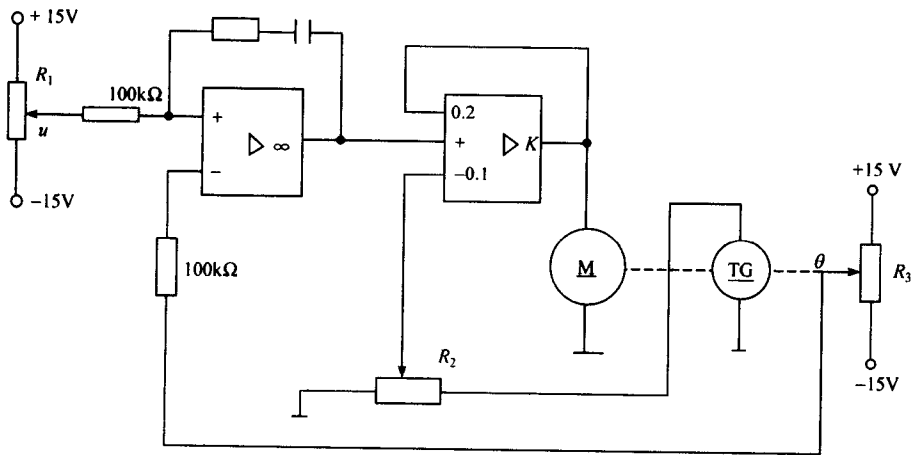

图 1-12 伺服系统原理示意图
2. 图 1-12 表示一个伺服系统,绘出该系统的元件框图。